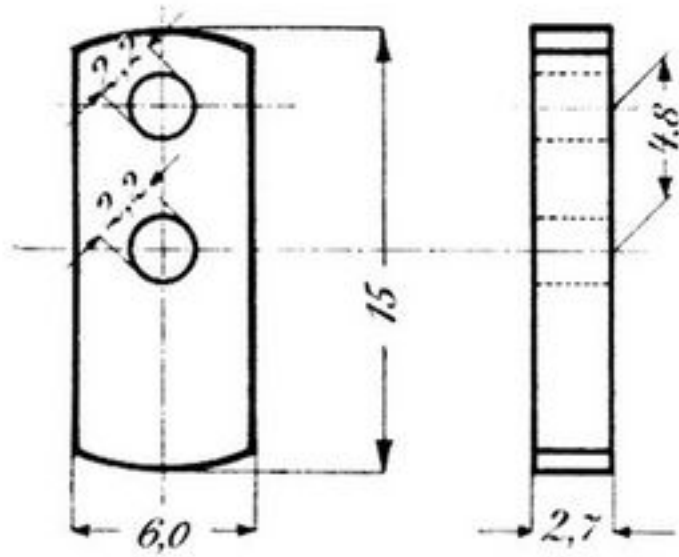

Abb. 124. Heberolle
(Abb. 124 und 125)
7. Im Schnittpunkte von Kreisbogen und Mittellinie noch ein Loch von 2 mm Weite bohren. 8. Dieses Loch von derselben Seite auf 2,2 mm Durchmesser aufreiben. 9. Das Stück auflacken, rundsetzen und vom Mittelloche aus flach auf 2,7 bis 2,8 mm Dicke abdrehen; 10. auf 15 mm Durchmesser rund abdrehen und ablacken; 11. auf 6 mm Breite feilen, so daß beide Löcher in der Mitte stehen (vergl. Abb. 124). 12. Das Stück überschleifen. (Schluß folgt)